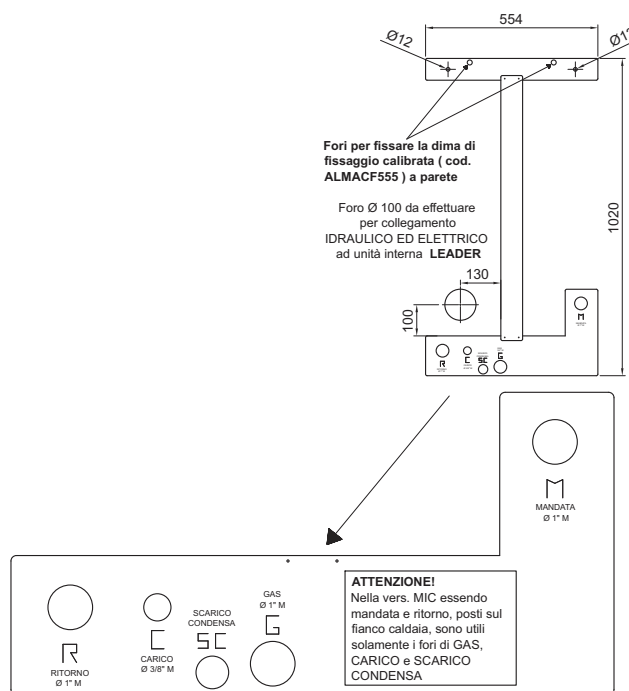

Fig. 7
- individuare l'esatta posizione di installazione della **Climair** e applicare al muro la dima in acciaio data in dotazione (Fig. 7);
- nel caso di accoppiamenti con altri sistemi riscaldanti, è possibile effettuare altri fori di adeguate dimensioni per il passaggio dei tubi di mandata e ritorno acqua e dei cavi di alimentazione e di collegamento al termostato; vedere illustrazioni su dima (Fig. 7);